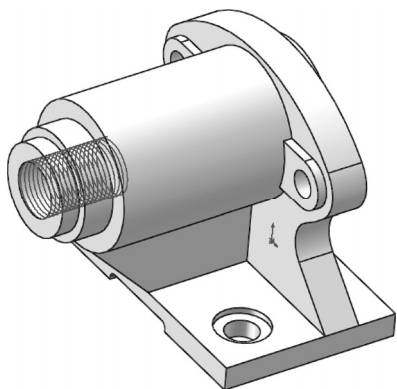

图 13-141 生成螺旋线
**05** 选择菜单栏中的“插入”→“曲线”→“螺旋线/涡状线”命令, 或者单击“特征”工具栏中的“螺旋线/涡状线”按钮, 弹出“螺旋线/涡状线”属性管理器, 如图 13-140 所示。在属性管理器中选择“定义方式”为“高度和螺距”, 输入“高度”为 28.00mm, “螺距”为 1.50mm, 勾选“反向”复选框, 起始角度为 0.00 度, 选择方向为“顺时针”, 然后单击“确定”按钮, 生成螺旋线如图 13-141 所示。